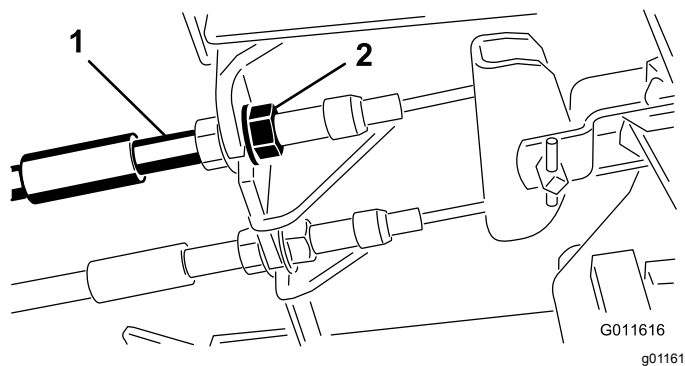

Figure 97
1. Pour réduire la garde aux pédales de frein, serrez les freins en desserrant l'écrou avant sur l'extrémité filetée du câble de frein (Figure 97).